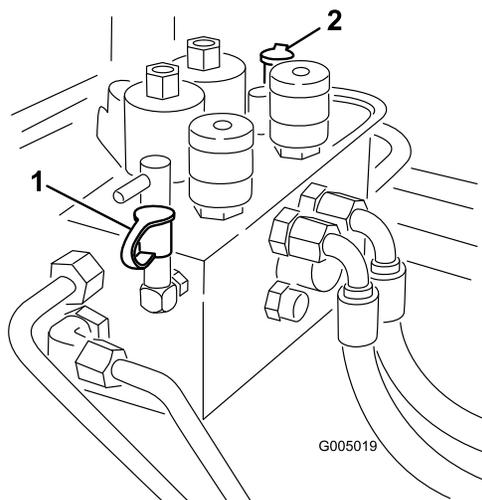

Figura 79
2. Il foro diagnostico B (Figura 79) agevola la diagnostica del circuito idraulico degli elementi di taglio anteriori.
3. Il foro diagnostico C (Figura 79) agevola la diagnostica del circuito idraulico degli elementi di taglio posteriori.